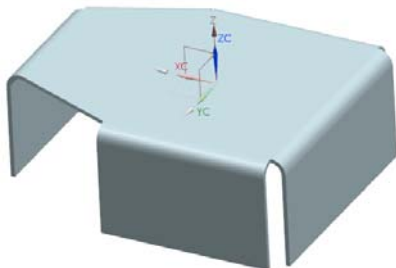

图 7-24 创建第 5 条弯边后的零件
(2) 设置“宽度选项”为完整，“长度”为 50，“角度”为 90，“参考长度”为“外部”，“内嵌”为“材料外侧”，在“止裂口”列表框中的“折弯止裂口”和“拐角止裂口”下拉列表框中选择“无”。在“弯边”对话框中单击按钮，创建如图 7-24 所示的弯边特征。